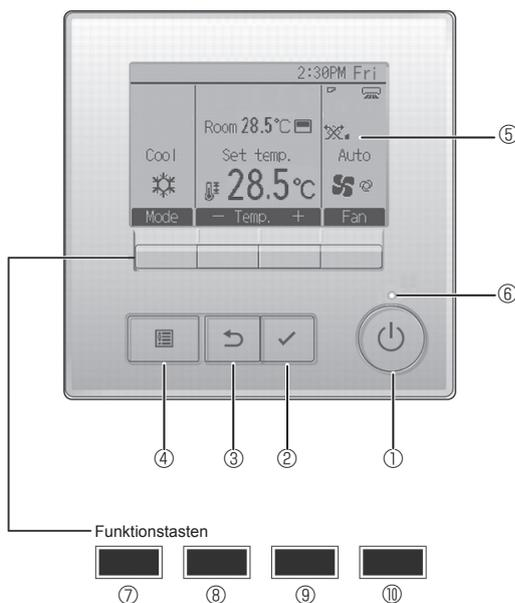

Fig. 7-2
7.3.1. Verwendung der verdrahteten Fernbedienung (Fig. 7-2)